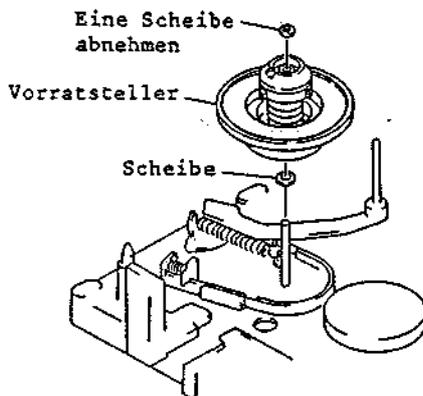

Abb. 2-72 Ausbau des Vorratstellers
3-24 Ausbau des Vorratstellers (Abb. 2-72)
2. Eine (1) Scheibe abnehmen und den Vorratsteller aus dem Chassis ziehen (siehe Abb. 2-72).
2. Den Vorratsteller ausbauen (siehe Abb. 2-72).
3. Eine (1) Sicherungsschraube des Vorratsteller-Zahnrades abnehmen (2-75).
4. Eine (1) Sicherungsscheibe des Vorratsteller-Hilfszahnrades abnehmen.